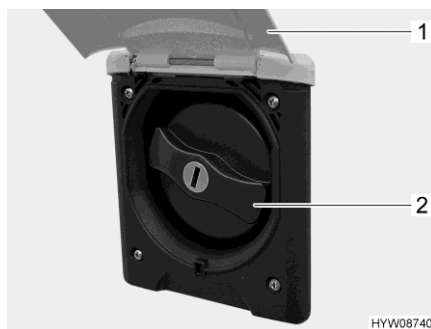

Bild 149 Lock (påfyllningsöppningen för dricksvatten)
- Fäll upp den utvändiga luckan (Bild 149,1).
- Vrid om det blå locket (Bild 149,2) en kvarts varv.